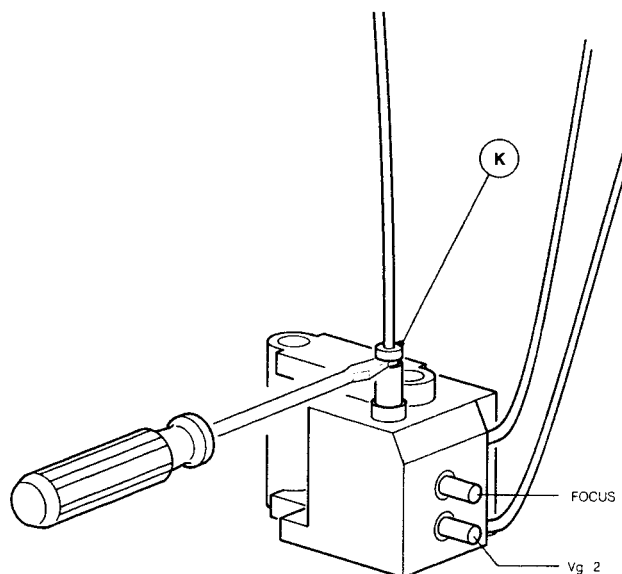

Fig. 3
2. Das Fokusspannungskabel lässt sich am Horizontal-Ausgangstransformator trennen, indem mittels eines Schraubendrehers oder eines Seitenschneiders die Klemmbuchse K angehoben wird (siehe Bild 3).
Mit dem Fokuspotentiometer am Horizontalausgangstransformator wird die Fokusspannung eingestellt. (Siehe Bild 3.)
Anschluss 7 des IC7260 an Masse legen. Den Helligkeits- und Kontrasteinsteller so einstellen, dass am Widerstand 3401 eine Gleichspannung von 0 Volt steht. Mit den Potentiometern 3412, 3432 und 3452 die Schwarzpegel am Bildröhrensockel auf 130 V einstellen. Nun die Vg2-Potentiometer (siehe Bild 3) so einstellen, dass das Licht des Kathodenstrahlsystems, das als erstes sichtbar ist, gerade nicht mehr zu sehen ist. Die beiden weiteren Kathodenstrahlsysteme mit den dazugehörigen Einstellern (3412, 3432 oder 3452) danach auch so einstellen, dass gerade kein Licht sichtbar ist.